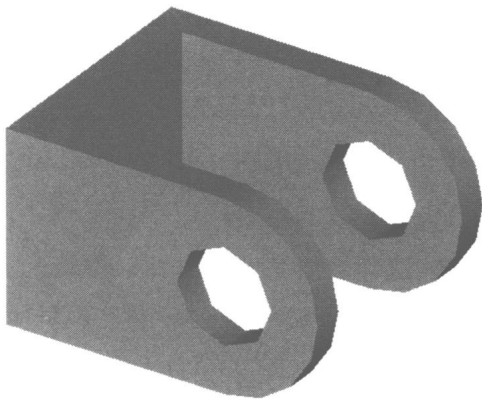

图37-16 完工后的Model1图
15) 用Save命令把你的工作成果保存在文件 Model1.Dwg里(见图37-16)。